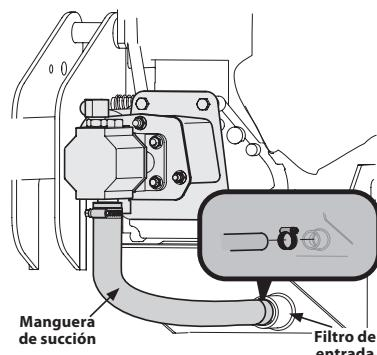
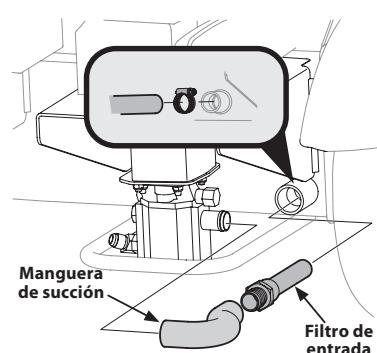

Figura 18
Figura 19
- Si el motor tiene un motor horizontal configuración se muestra en la Figura 18, vea la Figura 18 para cambiar el fluido hidráulico.
- Si el motor tiene una vertical de puesta a punto se muestra en la Figura 19, vea la Figura 19 para cambiar el fluido hidráulico.
- Desconectar la manguera de aspiración desde la parte inferior del tanque de depósito. Vea la Figura 18 para los motores horizontales o Figura 19 para los motores verticales.